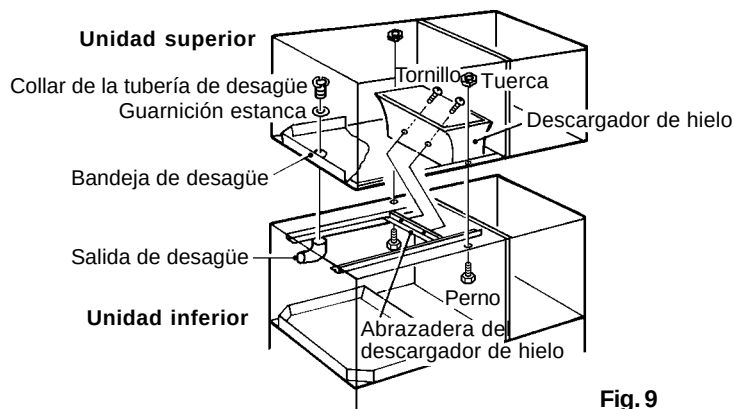

Fig. 9
- 11) Colocar la unidad superior o intermedia sobre la unidad inferior. Véase la Fig. 9.
- 12) Asegurar las dos unidades con los dos tornillos y las dos tuercas suministradas. Véase la Fig. 9.
- 13) Alinear el agujero de drenaje de la unidad inferior y el de la bandeja de desagüe de la unidad superior. Introducir la guarnición estanca (accesorio de la unidad inferior) y apretar el collar de la tubería de desagüe (accesorio de la unidad inferior). Véase la fig. 9.